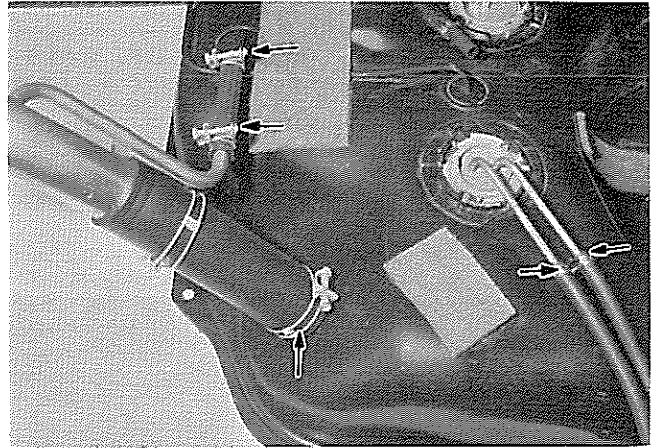
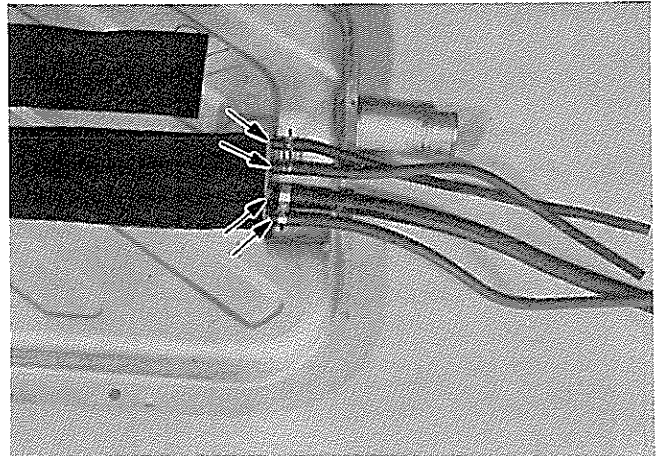

図15-1-19 取り付け (セダン, ハードトップ系)
図15-1-20 取り付け (バン, ワゴン系)
- (1) 図15-1-19, 図15-1-20の矢印で示した各クランプをあらかじめ組み付けておく。
- (2) フューエル タンクを車両に組み付け, 取りはずした各部品を組み付ける。
- (3) 取り付け後, 各部より漏れがないか点検する。